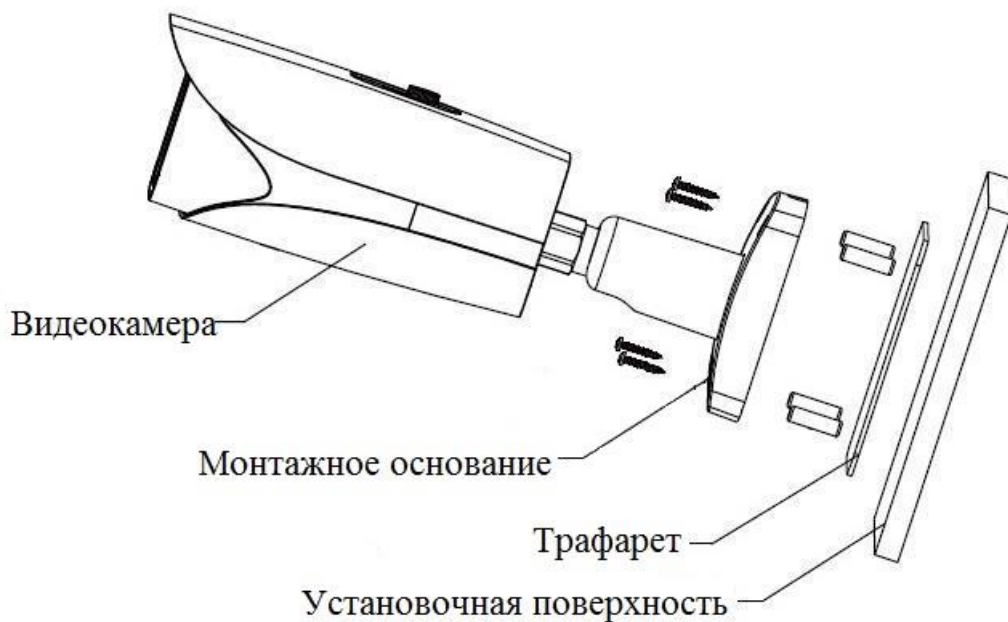

Рисунок 7.3
7.6 Прикрепите видеокамеру к установочной поверхности (рис.7.3). При необходимости поверните корпус видеокамеры на желаемый угол.